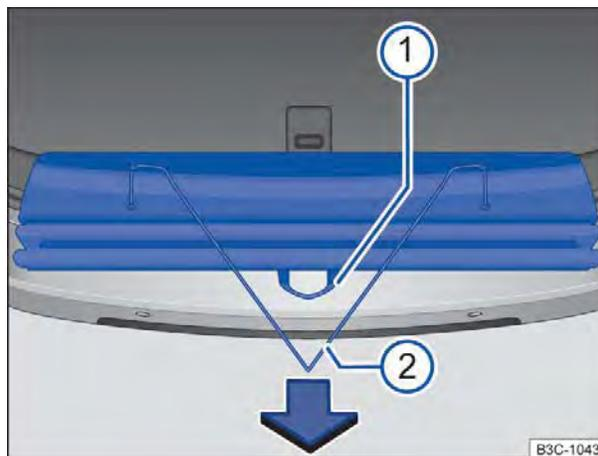

Fig. 108 No compartimento de bagagem: desdobrar e dobrar o pano de proteção.
- Puxar o pano de proteção pela tira ⇒ Fig. 108 ① no sentido da seta por cima do para-choque traseiro.